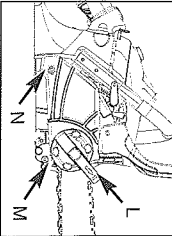
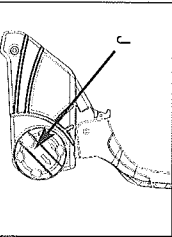

Fig. 3G
Fig. 3F
10. Faites tourner le bouchon (J) DANS LE SENS INVERSE DES AIGUILLES D'UNE MONTRE jusqu'à ce que le TENDON (K) soit au bout de son trajet. (Fig. 3F)
12. Verrouillez la vis (N) fermement, et suivez l'étape 13 pour ajuster la tension de chaîne.
13. Faites tourner l'anneau de tension dans le sens des aiguilles d'une montre fermement (M); tirez sur le bouton de contrôle suivant la direction de la flèche (L) de tourner fermement dans le sens des aiguilles d'une montre puis repoussez le bouton de contrôle. (Fig. 3G)